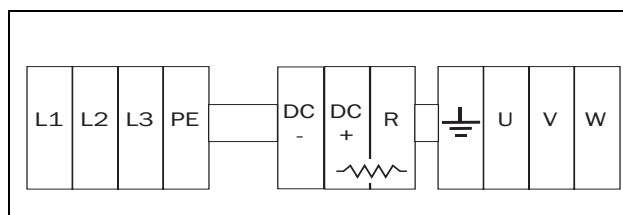

Рис. 31 Подключение кабелей двигателя и питающей сети
1. Подключите сетевой кабель в соответствии с Рис. 31. Преобразователь частоты опционно оснащается сетевым RFI-фильтром, который соответствует второму типу окружающей среды.
2. Подключите кабели двигателя в соответствии с Рис. 31. Согласно Нормам EMC, необходимо использовать экранированные кабели и подключить экран кабеля двигателя с обеих сторон: к корпусу двигателя и корпусу преобразователя частоты.